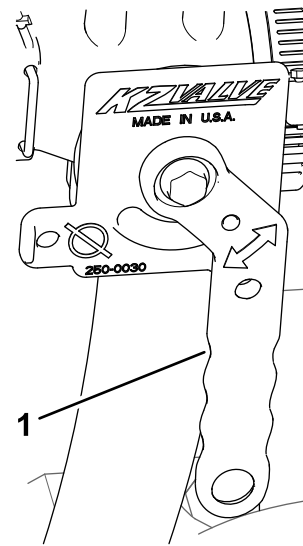

Figura 42
- Ruotate la stegola della valvola di intercettazione del nebulizzatore in posizione di apertura (Figura 42).
5. Chiudete la valvola di intercettazione del nebulizzatore; fate riferimento a Figura 42 di Avviamento del nebulizzatore (pagina 22).